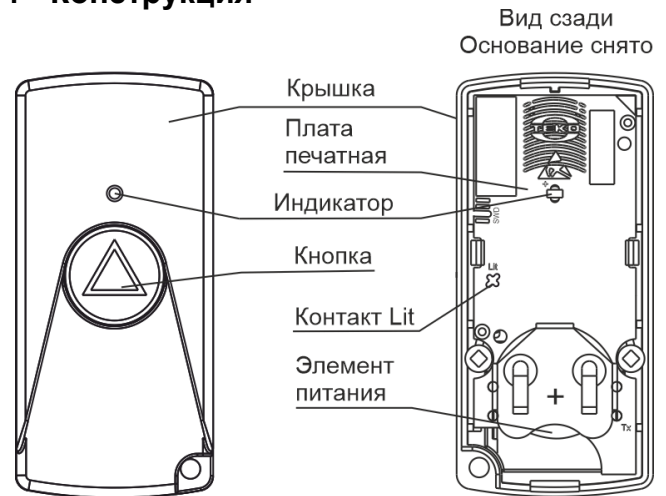

Рисунок 2
4.1 Конструктивно извещатель выполнен в виде брелока, состоящего из съемной крышки (лицевая сторона) и основания (рисунок 2).